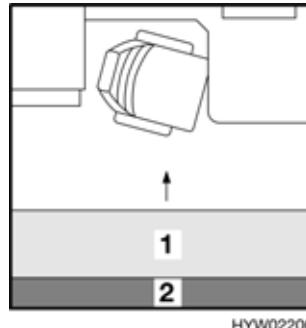

Fig. 102 Prima della trasformazione
- Sollevare leggermente il divano (Fig. 102,1) ed estrarlo fino all'arresto.
- Sfilare il cuscino aggiuntivo (Fig. 102,2) dal cuscino dello schienale. Il cuscino aggiuntivo è fissato a quello dello schienale tramite un nastro in velcro e può essere staccato con facilità.